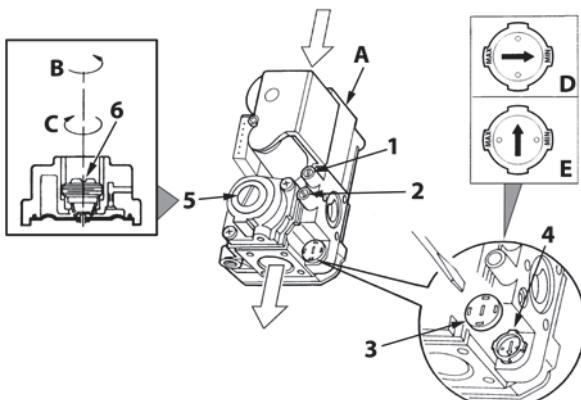

рис. 17 - Регулирование давления
На котле PEGASUS D можно регулировать тепловую производительность топки и, следовательно, тепловую мощность, передаваемую воде системы отопления; это делается исключительно путем регулировки основной горелки с помощью газового вентиля (см. рис. 17). На графиках, приведенных в параграфе сар. 5.2, показано изменение передаваемой воде тепловой мощности в зависимости от изменения рабочего давления горелки. Возможность приведения мощности котла в соответствие с реальными потребностями отопления означает, прежде всего, снижение потерь и экономию топлива. Кроме того, при регулировке мощности, регламентированной также стандартом, котлы сохраняют значения КПД и характеристики горения почти без изменений.
- С помощью небольшой отвертки снимите защитный колпак 5 вторичного привода газового вентиля рис. 17.
- Подключите манометр к клемме давления 2 (рис. 17), расположенной после газового вентиля, затем переведите ручку терmostата котла на максимум.
- Регулируйте давление с помощью винта 6 (рис. 17) на желаемое значение, руководствуясь диаграммами, приведенными в параграфе сар. 5.2.
- Снимите с газового вентиля маленький защитный колпак 3 (рис. 17). С помощью маленькой отвертки регулируйте "СТУПЕНЬ" розжига на основании выбранного для работы газа (**G20-G25** положение **D** рис. 17 или **G30-G31** положение **E** рис. 17); установите на место защитный колпачок.
- Спустите воздух из газопроводных труб через штуцер отбора давления 1 газового вентиля (рис. 17).